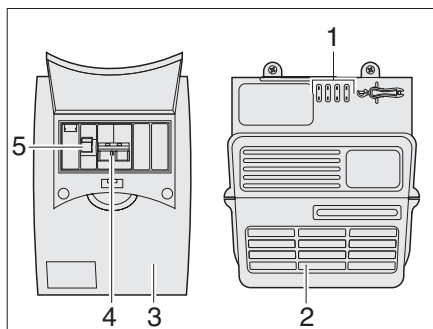

Fig. 94 Alimentatore di rete e interruttore di sicurezza
La scatola dei fusibili a 230 V (Fig. 94,3) è montata accanto all'alimentatore di rete (Fig. 94,2).
La scatola dei fusibili (Fig. 94) contiene il fusibile principale (Fig. 94,4) e un interruttore di sicurezza per correnti di guasto (Fig. 94,5).
L'interruttore di sicurezza per correnti di guasto (Fig. 94,5) misura l'intensità di corrente nella linea di andata e di ritorno. Se l'intensità di corrente che scorre in queste due linee è uguale, l'interruttore di sicurezza per correnti di guasto non interviene. Se invece si registra una differenza, l'interruttore apre immediatamente il circuito, evitando pericolosi incidenti e lesioni dovuti alla corrente elettrica.
- Spingere l'interruttore principale (Fig. 94,4) verso l'alto portandolo in posizione "ON".
- Spingere l'interruttore di sicurezza per correnti di guasto (Fig. 94,5) verso l'alto portandolo in posizione "ON".